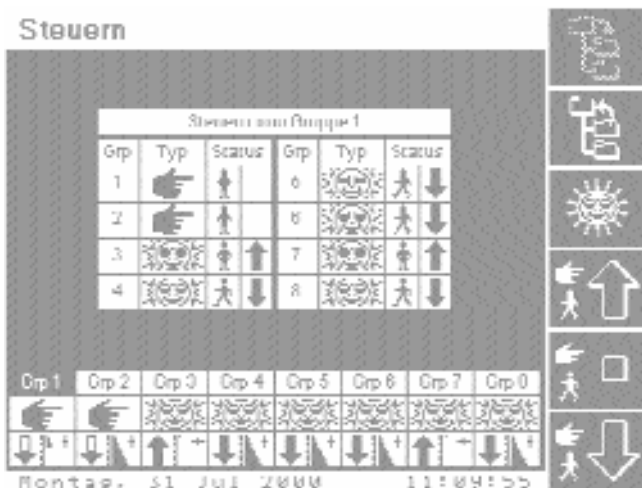

Abbildung 6: Menü Steuerung im Handbetrieb
- Manuelle Steuerung (Abbildung 6: Menü Steuerung im Handbetrieb)